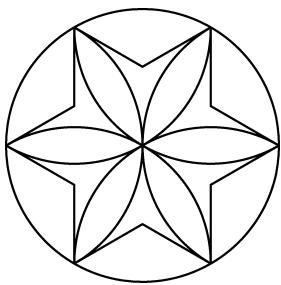

图 3-24 绘制徽章
本章的典型实例通过绘制如图 3-24 所示的徽章，练习多边形、圆、圆弧和圆环等对象的绘制方法。
- 7) 使用同样的方法，绘制其他圆弧，最终效果如图 3-24 所示。